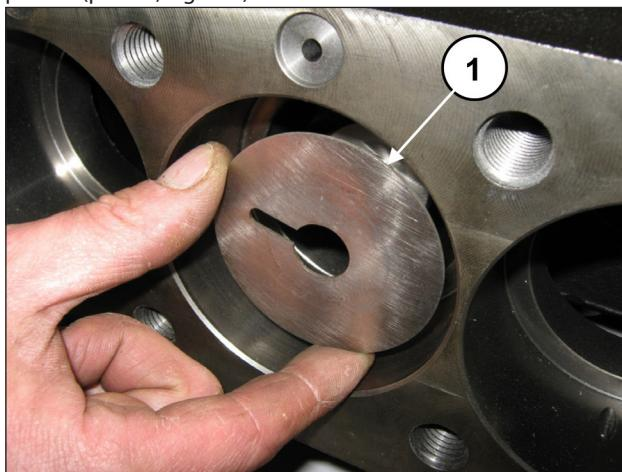

Fig. 155
Puxe os anéis de proteção contra respingos das guias dos pistões (pos. ①, Fig. 155).